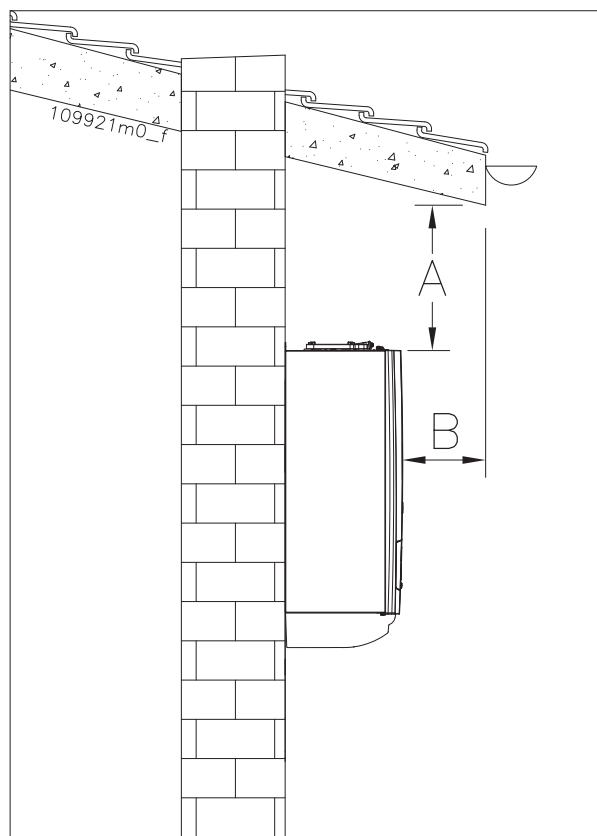

Figura 4-4 - Esempio di luogo parzialmente protetto
- ☞ Questo apparecchio non deve essere esposto a temperature sotto gli 0,5°C e a temperature sopra i 50°C. Scegliere un luogo riparato dagli agenti atmosferici e dal gelo, può essere installato all'esterno delle abitazioni, in luogo parzialmente protetto dalla pioggia, neve e grandine tipo balconi, portici ecc. (vedi figura 4-4).
Legenda di figura 4-4 - Le distanze "A" e "B" devono essere valutate in fase di installazione in modo che la pioggia non raggiunga direttamente l'apparecchio.